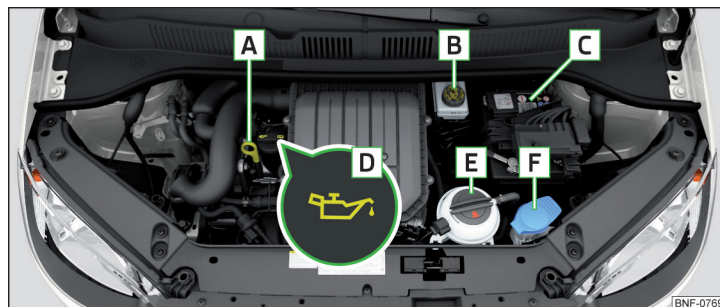

Fig. 137 Eksempel på placering i motorrummet
- Skru dækslet af motoroliepåfyldningsåbningen **D** » Fig. 137 på side 119.